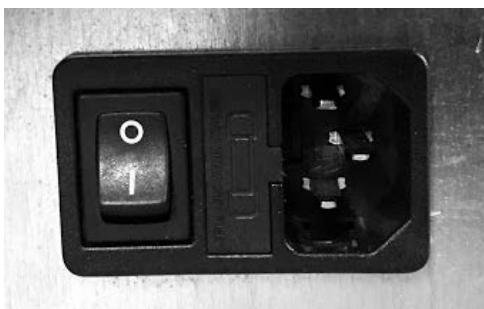

Fig. 75 - Ηλεκτρική πρίζα με γενικό διακόπτη
- Συνδέστε το καλώδιο τροφοδοσίας πρώτα στο πίσω μέρος της σόμπας (βλέπε **Fig. 75**) και στη συνέχεια σε μια ηλεκτρική πρίζα τοίχου.
- Ο γενικός διακόπτης Ο/Ι (βλέπε **Fig. 75**) χρησιμοποιείται μόνο για την ενεργοποίηση της σόμπας ,διαφορετικά προτείνεται να παραμένει κλειστός .